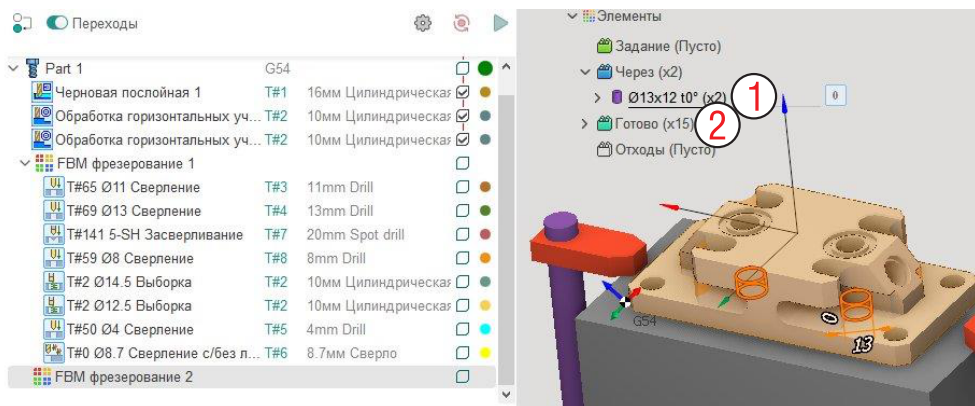

Рис. 8-25. Система отслеживает обработанные элементы между операциями.
Если создать еще одну операцию FBM фрезерования (рис. 8-25), то в меню элементов мы увидим необработанные элементы – это 2 отверстия снизу (1), элементы предыдущей операции показаны в списке **Готово** (2).